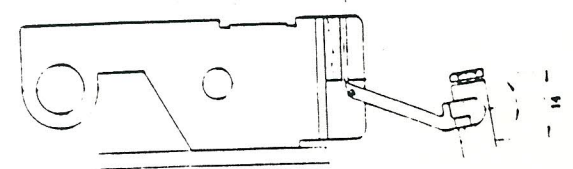

Abb. 7
- Durch Drehen am Handrad die Obergreiferspitze auf die Nadelachse und durch Drehen des Obergreifers in der Klemmstelle die Spitze an die Anlagefläche der Lehre stellen. (Abb. 7)